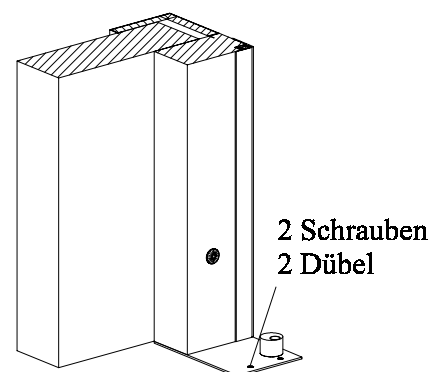

Bild 2.8 Bodenplatten verdübeln
2.09 Nachdem der Rahmen (2) und Schienenträger (9) festgeschraubt sind, werden die Bodenplatten jeweils mit zwei Schrauben verdübelt. Bei Ausführung mit Kunststoff-Schwelle entfällt das Befestigen der Bodenplatten. **Bild 2.8**